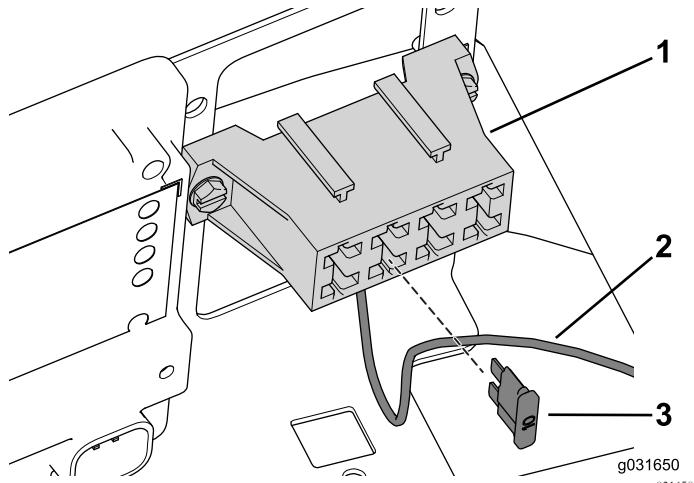

Figure 46
2. Branchez le câble d'alimentation de la cabine à un emplacement libre dans le porte-fusibles (Figure 46).
3. Insérez le fusible de 10 A dans la fente associée au câble (Figure 46).